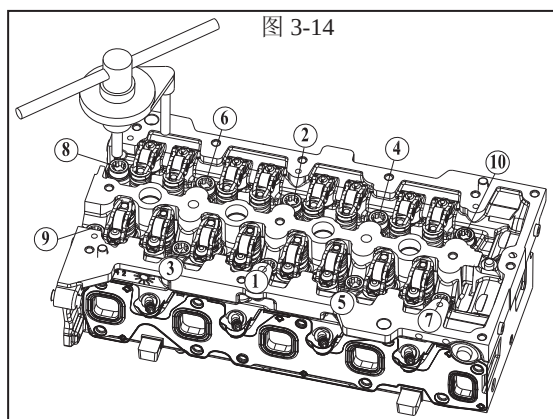

图 3-15
如图 3-15, 将气缸盖总成螺栓按图示顺序①至⑩进行紧固。